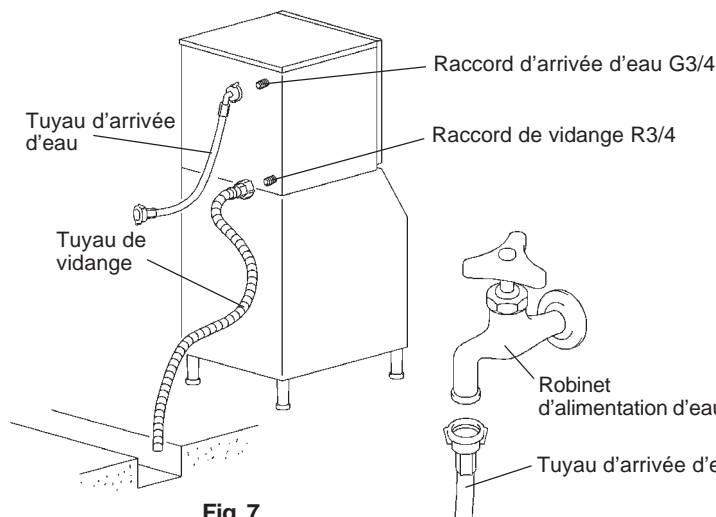

Fig. 7
- 1) Raccordez l'extrémité coudée du tuyau flexible blanc d'arrivée d'eau (accessoire) au raccord G3/4 à l'arrière de la machine en vous assurant que la rondelle d'étanchéité en caoutchouc est bien placée. Serrez bien à la main pour assurer un joint étanche (Fig. 7).